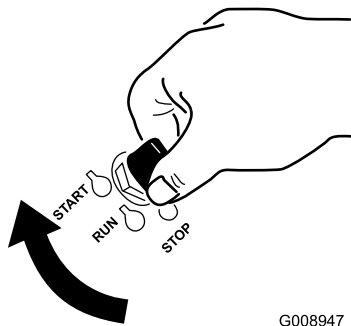

Bild 31
1. Drehen Sie den Schlüssel in die START-Stellung (Bild 31).